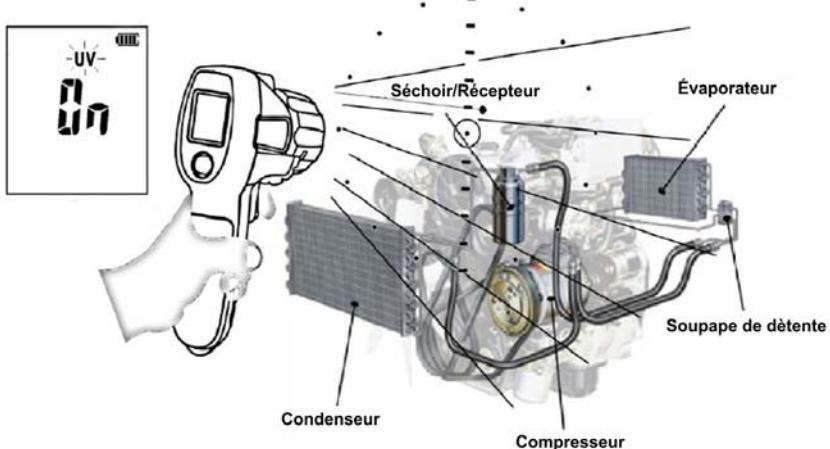

Fig. 20: Mesure de la température de dispersion des agents refroidissant
3. Diriger le faisceau de la lumière bleue (voir Fig. 3 – partie 2) sur le moteur (voir Fig. 20). La lumière révèlera la présence de dispersion d'agents refroidissants. Réaliser les mesures comme décrit précédemment.